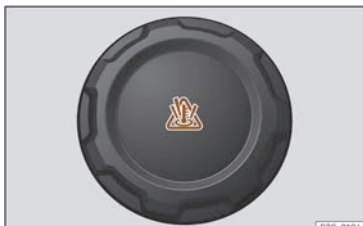

Fig. 230 Vano delantero: tapón del depósito de expansión del líquido refrigerante.
- El depósito de expansión del líquido refrigerante del motor se reconoce por el símbolo que hay sobre la tapa ⚠ >>> **fig. 230**